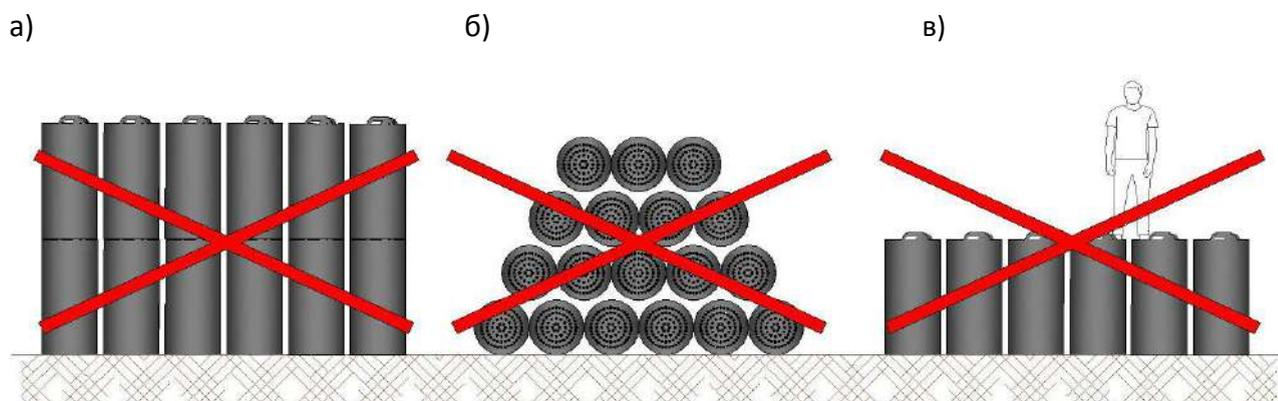

Рис. 8. Запрещенные к использованию схемы хранения: а – штабелирование патрона в высоту, б – укладывание и переворачивание, в – вставить на патрон сверху
- штабелирование фильтрующего патрона в высоту и кантование (рис.8,а, б);
- вставлять ногами сверху на крышку (решетку) патрона, ставить на нее предметы (рис.8,в);